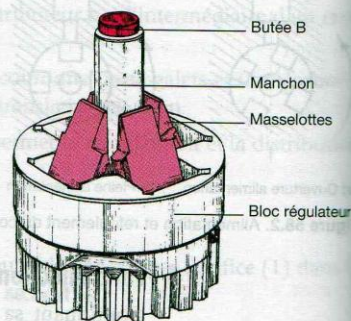
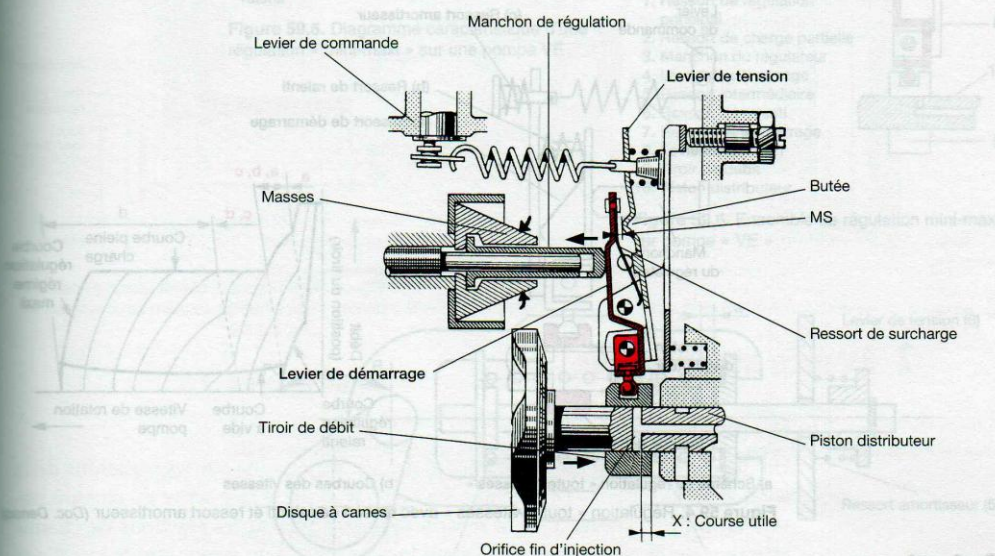

Figure 59.1. Ensemble du bloc de régulation sur une pompe VE
Figure 59.3. Position « débit de démarrage » sur pompe VE (Doc. Renault)
Le porte-masses tourne sur l'axe de régulateur entraîné par un pignon amorti, solidaire de l'arbre d'entraînement de la pompe (fig. 59.1).
Le ressort de surcharge pousse le levier de démarrage vers le régulateur et entraîne le tiroir de débit vers l'avant (fig. 59.3), les *masselottes* sont au repos, le manchon est en position arrière, la course « MS » correspond à une valeur constructeur, réglable par la butée « B » (fig. 59.1).
- Le levier de commande (fig. 59.3) est en butée maximale.
- Au régime maximal du moteur, l'effort des masses devient supérieur à celui du ressort de régulation ; le levier de tension est repoussé par le manchon de régulation et entraîne le tiroir de débit. La cote (X) diminue progressivement jusqu'à correspondre au débit d'entretien du moteur à vide.